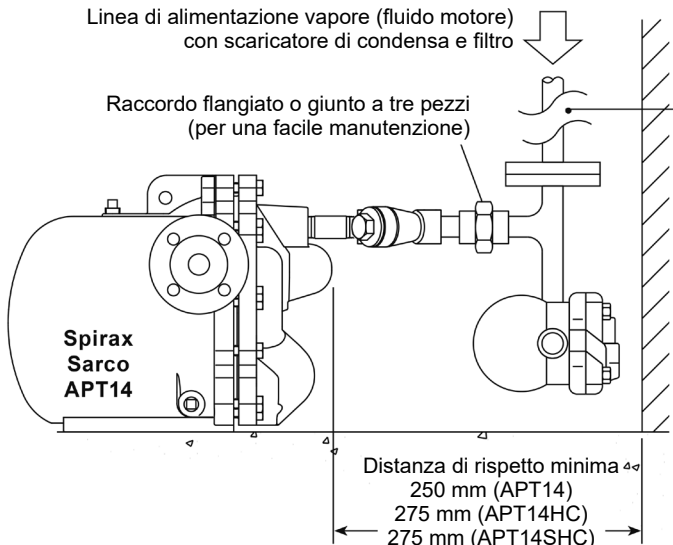

Fig. 12 - Accoppiamento dell'APT14 alle linee di alimentazione e sfiato (consigliato)
Per assicurare il regolare efflusso della condensa dall'apparecchiatura da drenare, si raccomanda che la tubazione di ingresso sia adeguatamente dimensionata in modo da accumulare la condensa durante il ciclo di scarico dell'unità di pompaggio. Generalmente saranno sufficienti lunghezza e diametro della tubazione tali da contenere le seguenti portate di condensa: 4 litri per l'APT14 e 8 litri per l'APT14HC e l'APT14SHC. Si raccomanda che tale tratto di tubazione sia posto ad almeno un diametro di tubazione sotto il punto di scarico del processo e alla massima altezza rispetto all'ingresso dell'APT (fino a 1 metro). Sull'ingresso della condensa all'APT14, all'APT14HC o all'APT14SHC dovrà essere sempre installato un filtro Spirax Sarco del tipo a Y, come illustrato in Fig. 12.
4.3 Conessioni (far riferimento alle Fig. 12)